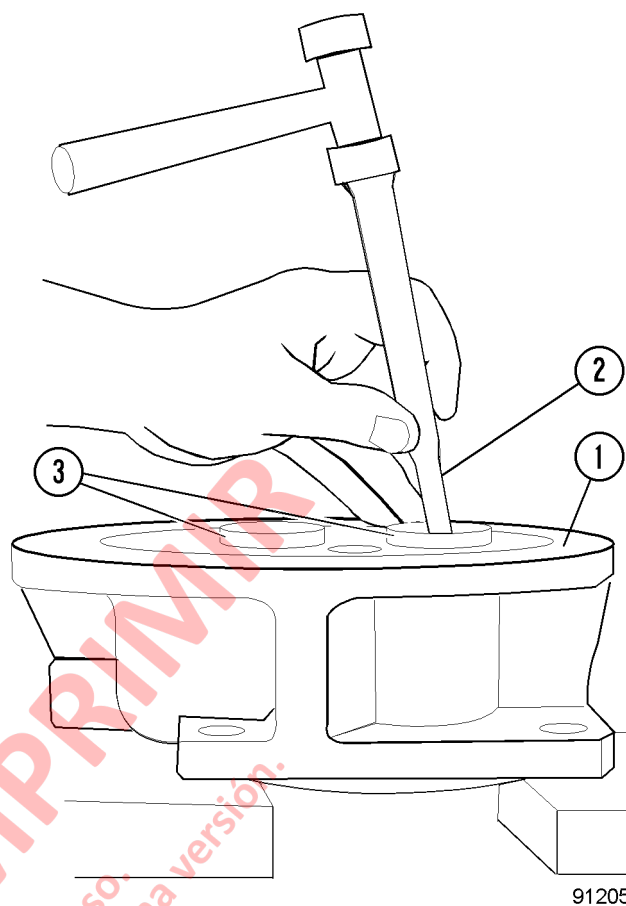

FIGURA 3-8. DESMONTAJE DEL SELLO DEL EJE
15. Utilice un punzón y un martillo para golpear el sello externo del eje y sacarlo del orificio de la brida (consulte la Figura 3-8). Tenga cuidado de no arruinar, rayar o dañar la superficie del orificio del sello o los rodillos.